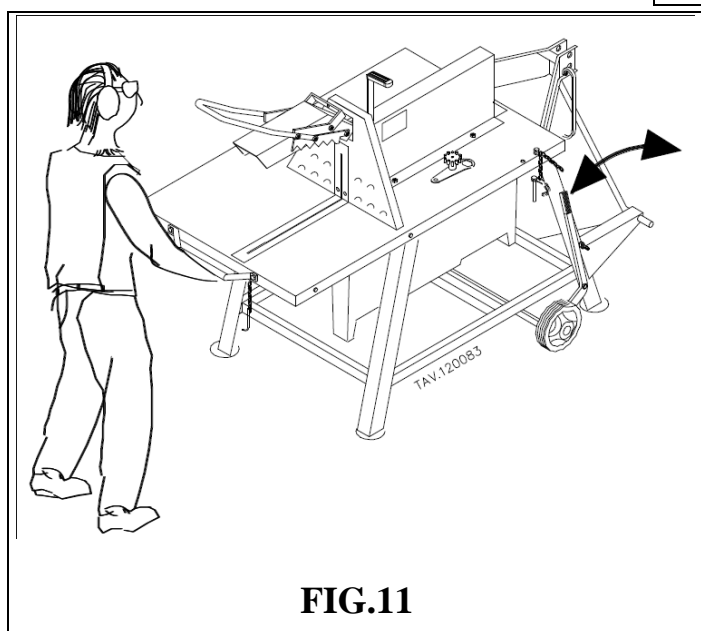

FIG.11
- Un operatore può trasportarla usando le ruote (vedi capitolo 8) (FIG.11) che vengono fornite come optional.